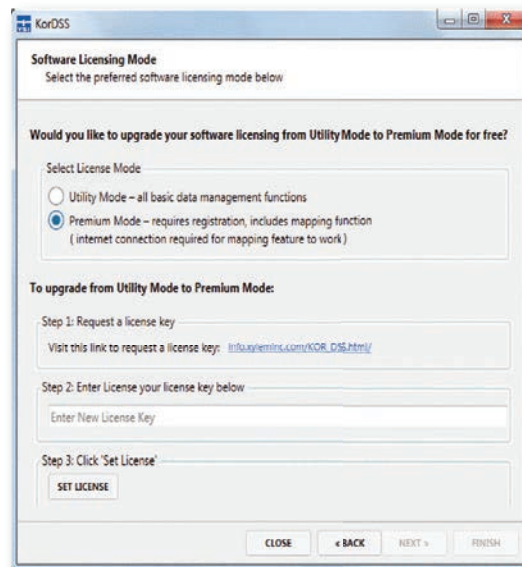

Figura 85 Ecrã modo de licença de software
2. No ecrã Modo de Licenciamento de Software, seleccione **Modo Premium**, se desejar ver localizações de amostragem num mapa (é necessário uma ligação à Internet) (Figura 85). Para actualizar gratuitamente para o Modo Premium, siga o link, registe o seu ProDSS e utilize o código enviado para si por email para actualizar para o Modo Premium. Pode actualizar para o Modo Premium em qualquer altura, indo ao separador Ficheiro do KorDSS.